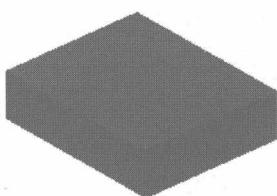
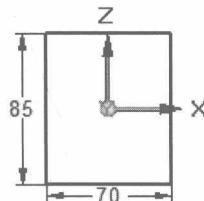

图 2.2 拉伸特征 1
图 2.3 截面草图
Step2. 设置材料表。选择下拉菜单 → **信息** → **材料表** 定义和编辑零件材料 命令，系统弹出“材料表”对话框；在“材料表”对话框中单击 **常规属性** 选项卡，在 **材料厚度 (T)** 文本框中输入值 0.5，在 **折弯半径 (R)** 文本框中输入值 0.5，其他选项采用系统默认设置；单击 **应用于模型** 按钮，完成设置。
Step4. 创建图 2.2 所示的拉伸特征 1。单击 **主页** 功能选项卡 **实体** 区域中的“拉伸”按钮 ；在系统 **单击平的面或参考平面。** 的提示下，选取前视图 (XZ) 平面作为草图平面，绘制图 2.3 所示的截面草图，单击“主页”功能选项卡中的“关闭草图”按钮 ，退出草绘环境；在“拉伸”工具条中单击 按钮定义拉伸深度，在 **距离** 文本框中输入值 22，并按 Enter 键，单击“对称延伸”按钮 ；单击 **完成** 按钮，完成特征的创建。